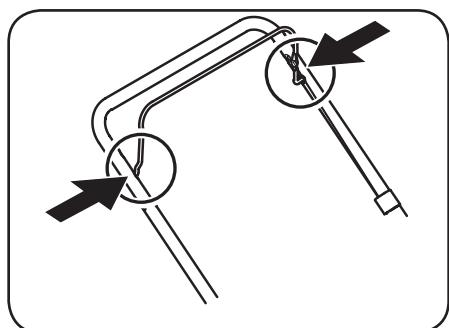

Figure 4-1
- Lubrifiez les points de pivot de la poignée de commande de la lame au moins une fois par saison avec une huile légère. La commande de la lame doit fonctionner facilement dans les deux sens. Voir la See Figure 4-1.